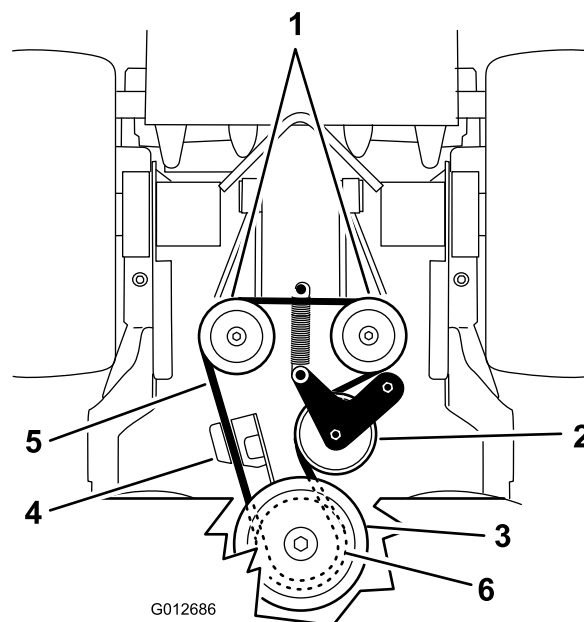

Figure 66
6. Déposez la courroie d'entraînement de la pompe (Figure 66).
8. Raccrochez le ressort au plancher moteur (Figure 66).
5. Décrochez le ressort du plancher moteur (Figure 66).